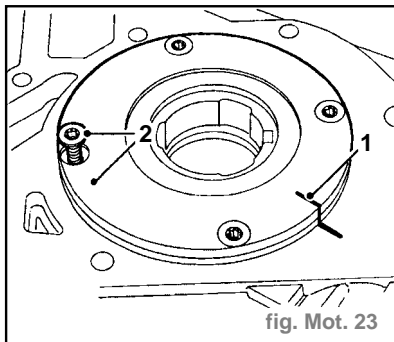

fig. Mot. 23
- Tracer des repères d'alignement (1) appropriés entre la plaque de fond de la pompe et le corps (fig. Mot. 23).
- Enlever 4 vis Torx (2) maintenant la plaque de fond sur le corps et déposer la plaque.